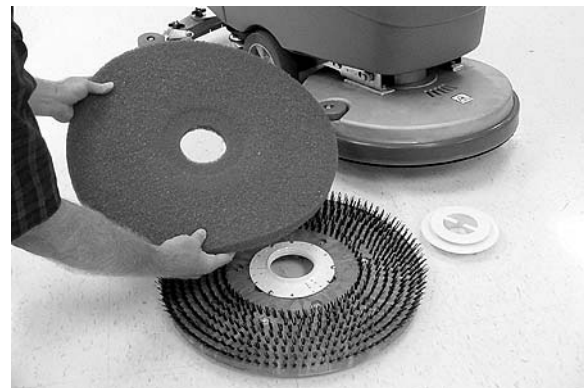

FIG. 41
5. Retirez et nettoyez le patin/la brosse. Retournez le patin ou remplacez-le en cas d'usure (Figure 41).